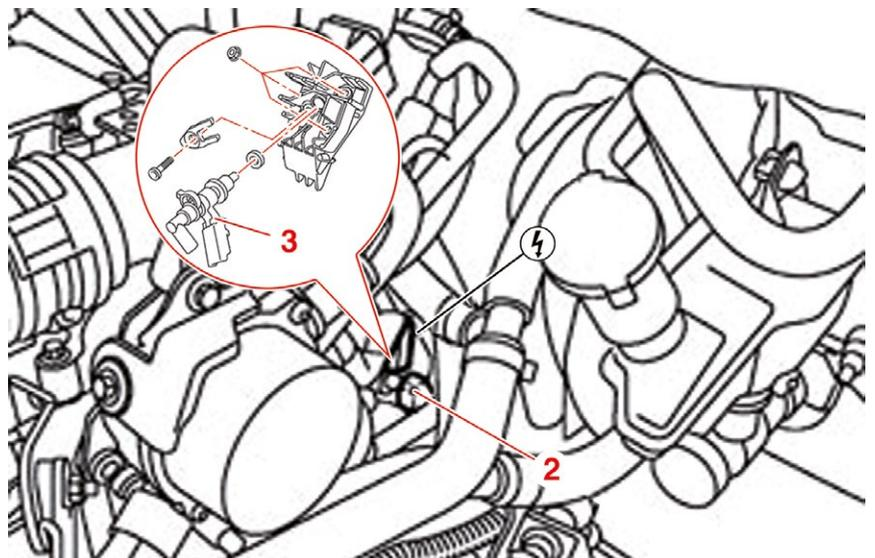

Fig. 15
- Scollegare il raccordo **(2)** dell'iniettore del carburante di scarico **(3)** (Fig. 15).